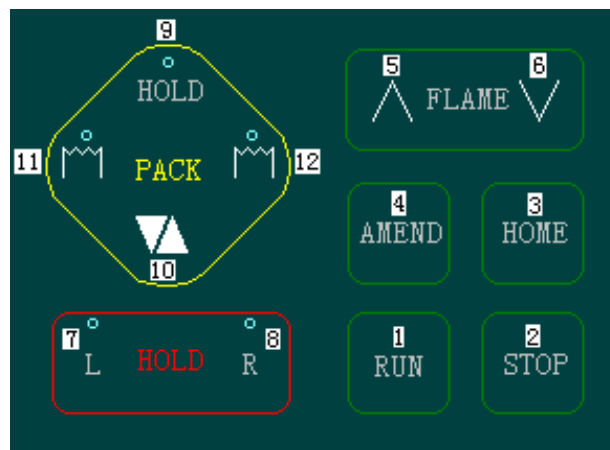

Figura 29 Panel de control que controla las funciones de la Bomba de Vacío [5].
5. Presione el botón de la bomba de vacío que se encuentra en la base de la máquina acopladora, ponga las dos fibras en el riel, apriételas y crúcelas, asegúrese que el punto donde las fibras se encuentran sin revestimiento se sitúen en medio de dicho riel. Para asegurarse de que las fibras se encuentren firmes sobre el riel presione la función HOLD (ver figura 29).
9. Posteriormente presione el botón "PACK_HOLD" que se encuentra en la base de la estación de trabajo, este botón activa la bomba de succión que se utiliza para la encapsular el acoplador (ver figura 29).
5. Presione el botón de la bomba de vacío que se encuentra en la base de la máquina acopladora, ponga la dos fibras en el riel, apriételas y crúcelas, asegúrese que el punto donde las fibras se encuentran sin revestimiento se sitúen en medio de dicho riel. Para asegurarse de que las fibras se encuentren firmes sobre el riel presione la función HOLD (ver figura 29).
9. Posteriormente presione el botón "PACK_HOLD" que se encuentra en la base de la estación de trabajo, este botón activa la bomba de succión que se utiliza para encapsular el acoplador (ver figura 29).